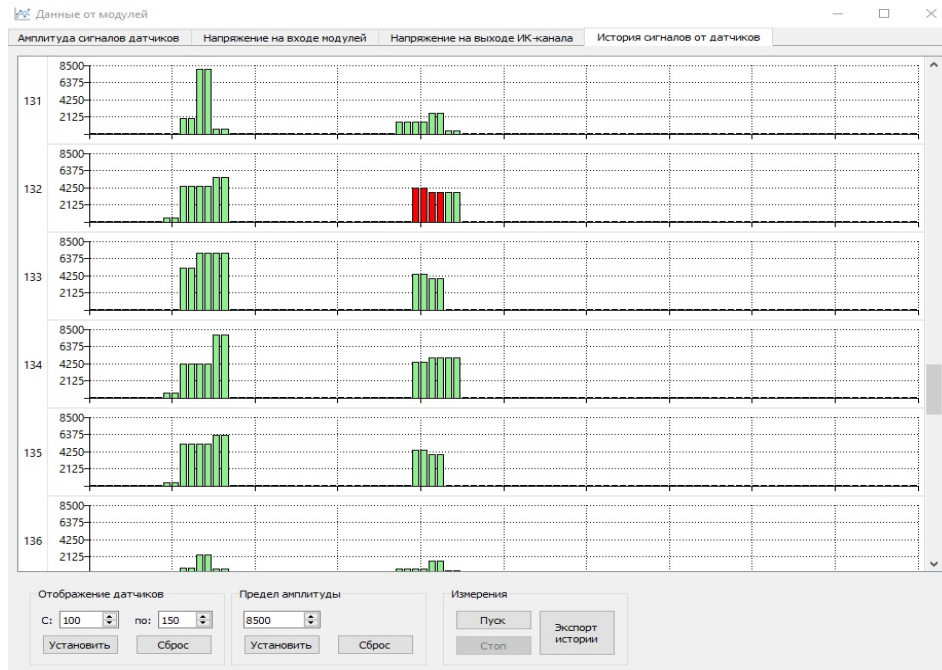

Рисунок 10. ПН "Пунктир-А" окно «Данные от модулей»
5.6.4 На вкладке «История сигналов от датчиков» (Рисунок 10) отображаются амплитуды вибрационных сигналов небольшой группы модулей с изменениями во времени.